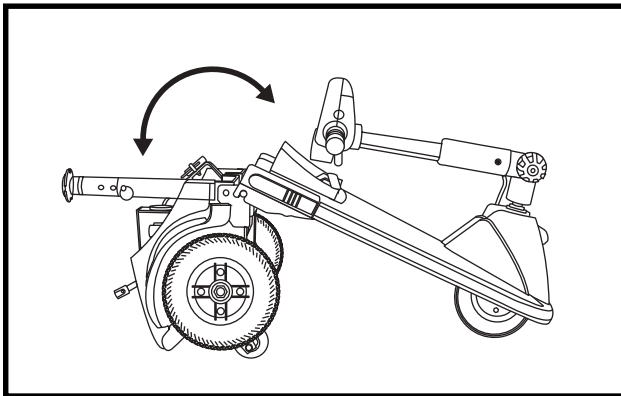

Abb. 19. Positionierung des Rahmens
1. Sitzstütze nach hinten drücken und das Heckteil des Elektromobils nach hinten schwenken bis dieses auf seiner Stoßstange senkrecht steht. Siehe Abb. 19.
3. Sitzstütze festhalten und das Heckteil langsam nach vorne schwenken bis die gebogenen Sicherungsbügel mit ihren Führungsstiften fest verbunden sind. Siehe Abb. 19 und 20.